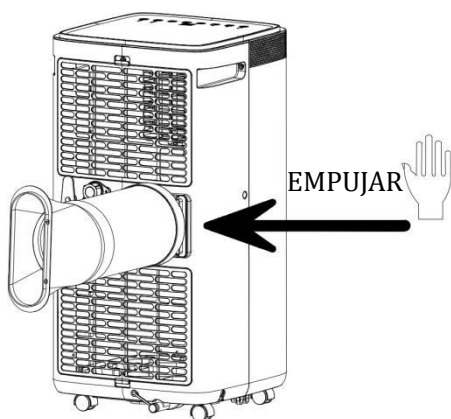

Figura 1
2) Inserte el conjunto del tubo de calentamiento (el extremo de la junta de escape) en la ranura de ventilación del panel trasero (empuje hacia la izquierda) y complete el conjunto (como lo que se muestra en la Figura 1).